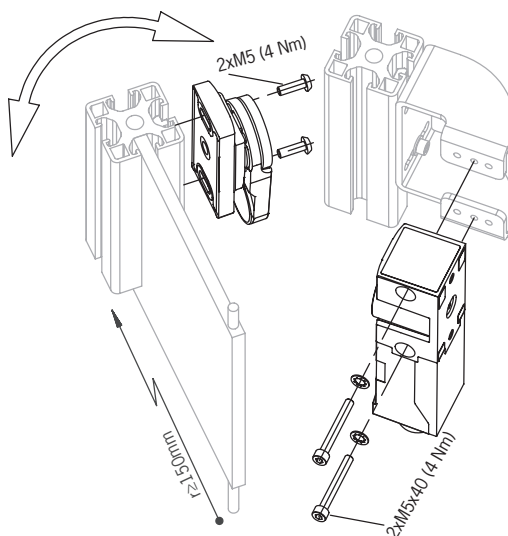

Fig. 2: Ejemplo de montaje
- › Respete los radios de puerta mínimos (véase la Fig. 2: Ejemplo de montaje en la página 10).